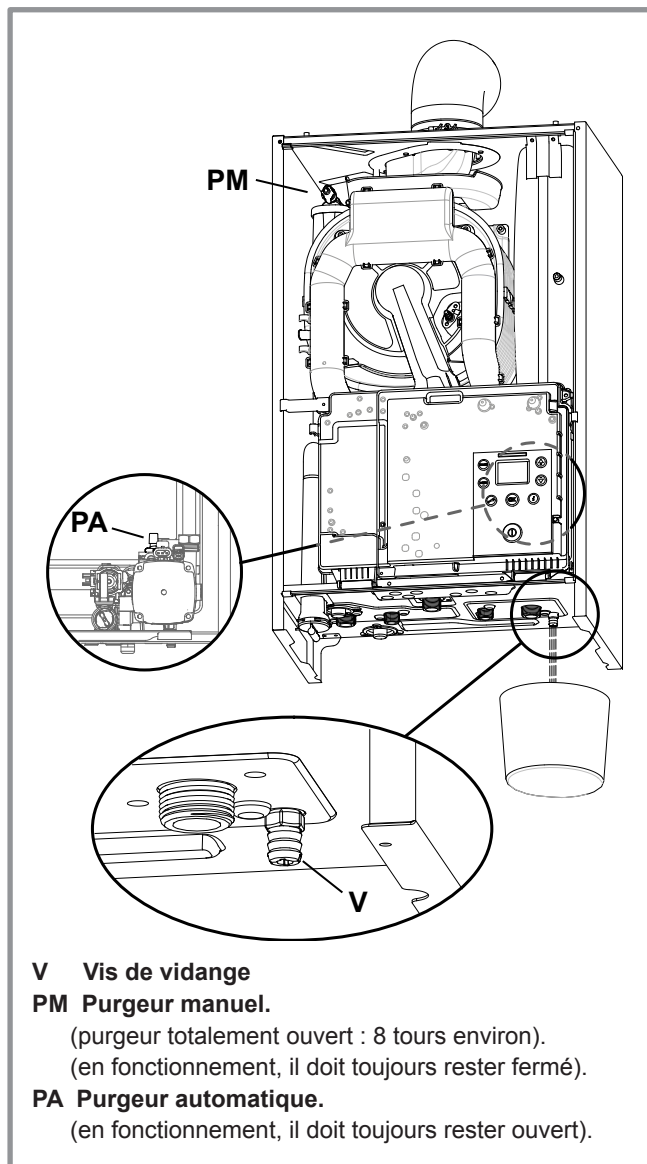

figure 31 - Purgeurs et vis de vidange
- Ouvrir le purgeur manuel (figure 31).